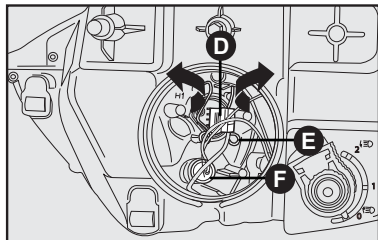

fig. 17
- Retirar o conector elétrico **D-fig. 17** puxando-o;
- Puxar as presilhas **E-fig. 17** e abri-las lateralmente para fora conforme indicado pelas setas;
- Recolocar as presilhas **E-fig. 17** puxando-as e fechando-as lateralmente para dentro;
- Recolocar o conector elétrico **D-fig. 17**;
- Retirar o porta-lâmpadas **F-fig. 17** puxando-o;
- Recolocar o porta-lâmpadas **F-fig. 17** empurrando para dentro até travá-lo;